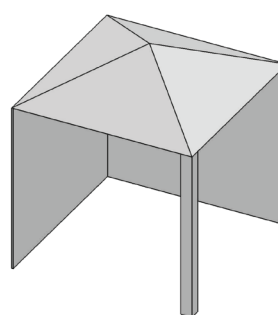
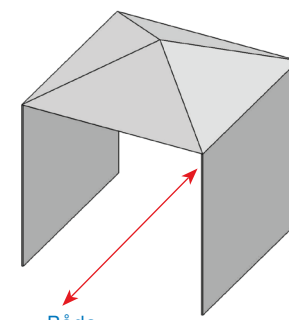

Fig. 2
Fig. 3
- » Sidoväggarna kan vara parallella, som i en genomgång, eller vinkelräta mot varandra. (Fig. 2 & Fig. 3)